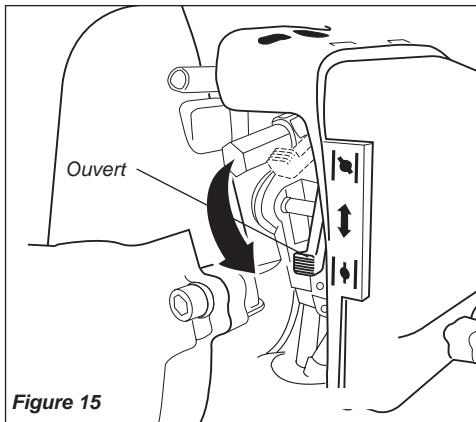

Figure 15
- Quand le moteur démarre, abaisser lentement le levier de starter vers la position « OUVERT ». Voir figure 15. (Si le moteur s'arrête après le premier démarrage, fermer le starter et recommencer.)